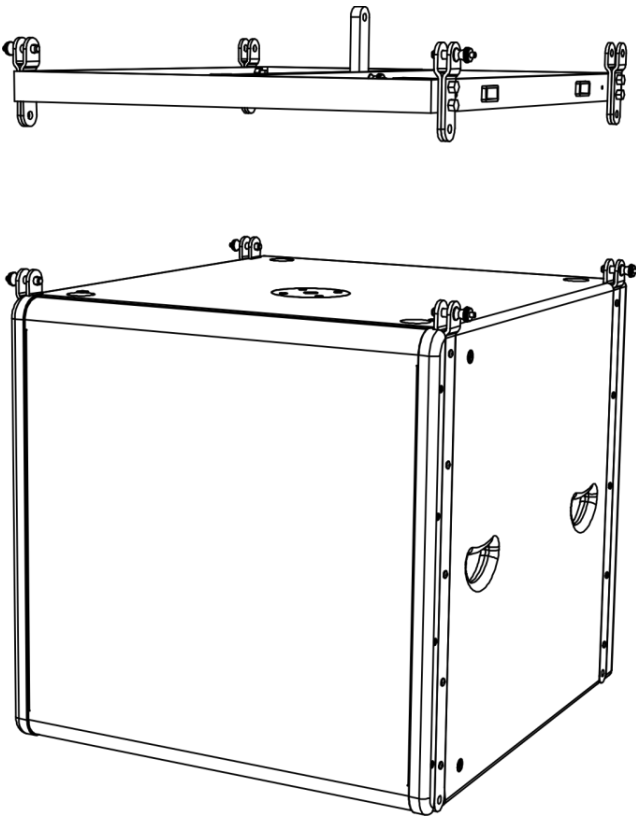

Fig. 02
- 01) Montez la flybar sur votre haut-parleur Odin, au moyen des goupilles d'installation (fig. 02). **Tenez compte de la charge utile de la flybar Odin FB-02 : 350 kg. Ne dépassez pas cette charge !**